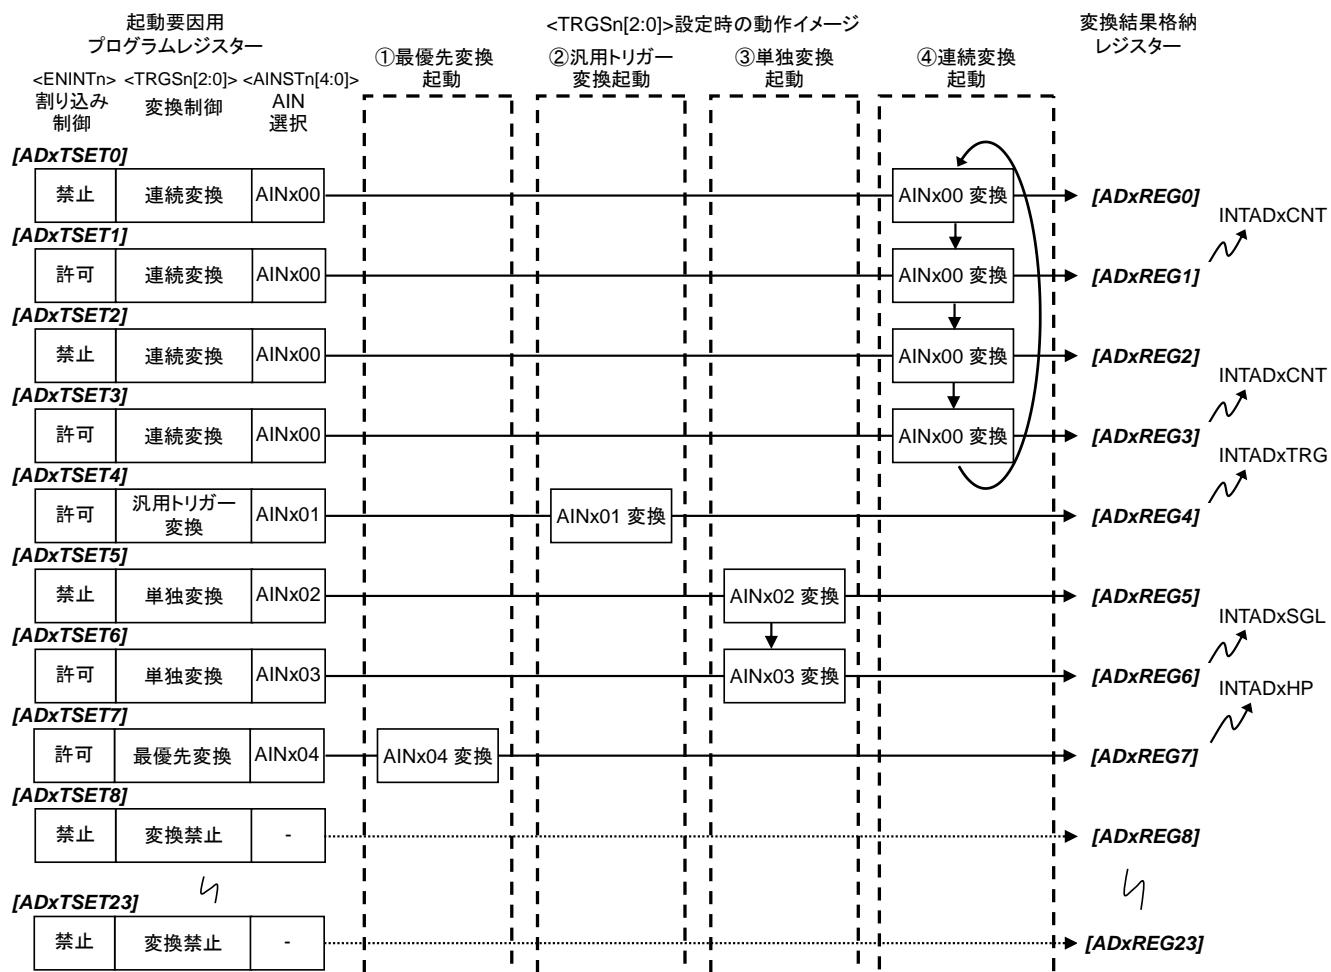

図 3.1 起動要因と動作の関連(例)
①最優先変換 -最優先トリガー -最優先変換動作(ソフトウェア)	②汎用トリガー変換 ③単独変換動作(ソフトウェア) ④連続変換動作(ソフトウェア)
注) 番号①～④は、図3.1で動作イメージを示しています。